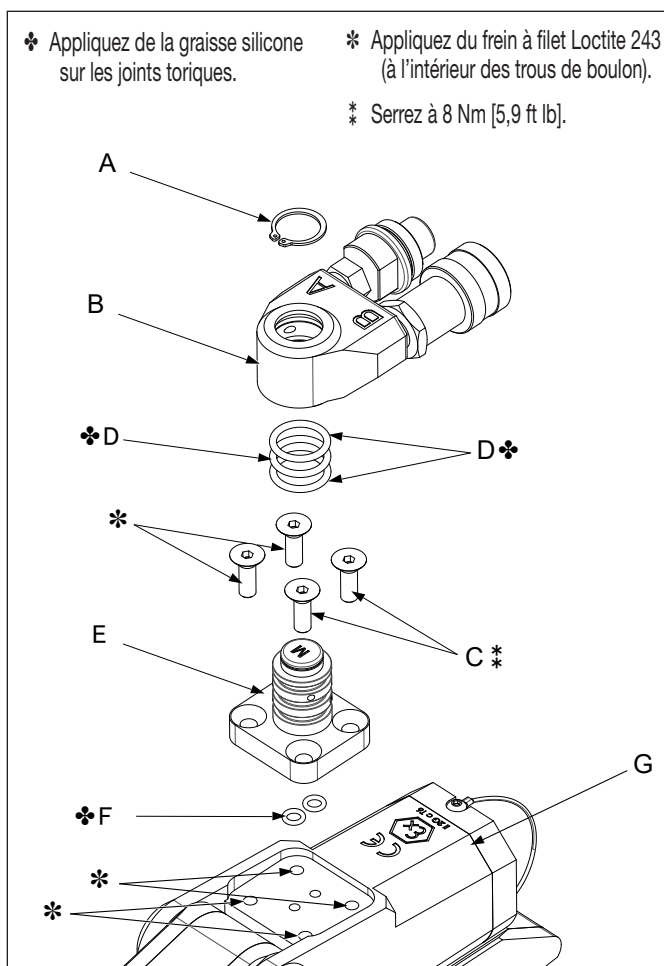

Figure 17 : potelet de raccord tournant et montage du raccord tournant
Démontage de la fixation du potelet de raccord tournant et du montage du raccord tournant (figures 17 et 18)
- Appliquez une petite quantité de frein à filet Loctite 243 sur les orifices de montage filetés du boîtier de la clé. Reportez-vous à la figure 17 pour les emplacements.
- Installez deux joints toriques neufs (F) dans les orifices situés à la base du potelet de raccord tournant (E).
- Placez le potelet de raccord tournant (E) sur la clé (G) en veillant à ce que les orifices hydrauliques soient alignés. Veillez à ce que les joints toriques (F) ne tombent pas et ne soient ni coincés, ni coupés.
- Installez les vis creuses dégraissées (C) et serrez à 5,1 Nm [3,7 ft lb].